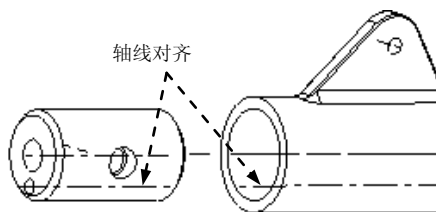
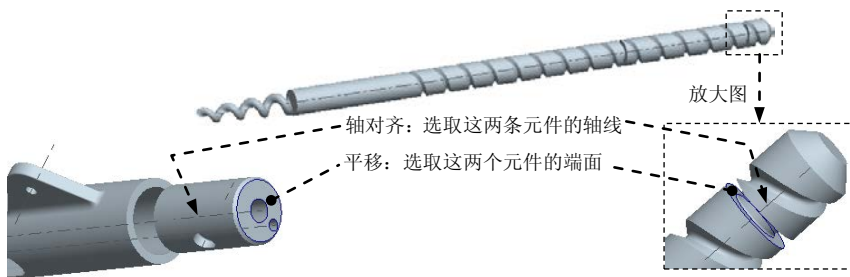
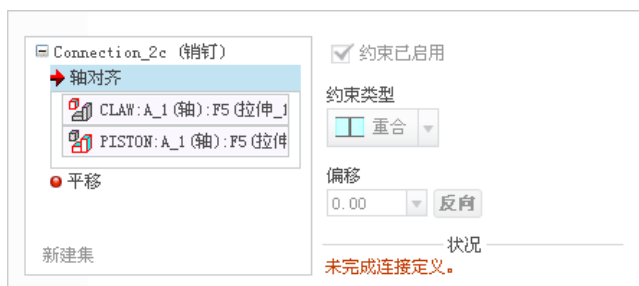

图 9.5.7 使偏轴线对齐
图 9.5.11 装配抓爪的操作过程
图 9.5.12 “轴对齐”约束参考
说明：装配完成后要保证元件 body 上的 offset_axis 偏轴线与活塞上的偏孔轴线对齐(图 9.5.11)。可以在装配开始之前将零件调整到图 9.5.7 所示的位置进行装配。
① 在约束集列表选取  **销钉** 选项。
② 修改此连接的名称。单击操控板中的 **放置** 选项卡；在 **集名称** 文本框中输入此连接的名称“Connection_2c”，并按回车键。
③ 定义“**轴对齐**”约束。选取图 9.5.11 中的两条轴线（元件 Claw 的中心轴线和元件 Piston 的中心轴线）， **轴对齐** 约束的参考如图 9.5.12 所示。
④ 定义“平移”约束（对齐）。分别选取图 9.5.11 中的两个平面（元件 Claw 上槽特征的端面 and 元件 Piston 的端面），以限制元件 Claw 在元件 Piston 上平移，**平移**约束的参考如图 9.5.13 所示。